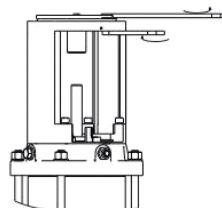

рис. 11
2. Ослабьте соединительные болты крепежного кронштейна и демонтируйте крепежный кронштейн. (см. рис. 11)